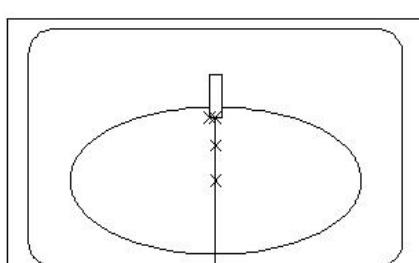
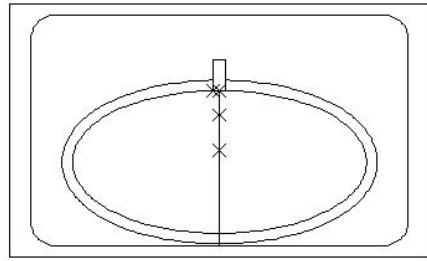

图 3-26 绘制椭圆弧
图 3-27 绘制内椭圆弧
8、按 Enter 键, 绘制的椭圆弧如图 3-26 所示。按照同样的方法绘制内侧椭圆, 效果如图 3-27 所示。图 3-25 绘制小矩形